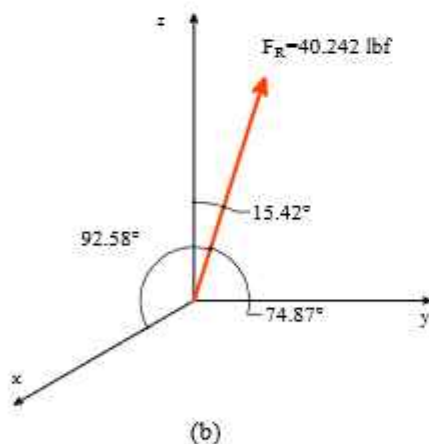

Figura 1.105
Paso ②: Determinamos la fuerza resultante y sus cosenos directores figura 1.105 (b).